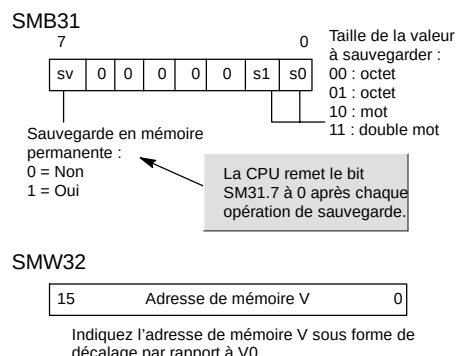

Figure 4-17 SMB31 et SMW32
L'octet SMB31 ordonne au S7-200 de copier une valeur de mémoire V dans la zone de mémoire V de la mémoire permanente. Le mot SMW32 contient l'adresse de la valeur à copier. La figure 4-17 montre le format des SMB31 et SMW32.
2. Chargez la taille des données dans les mementos SM31.0 et SM31.1, comme illustré à la figure 4-17.